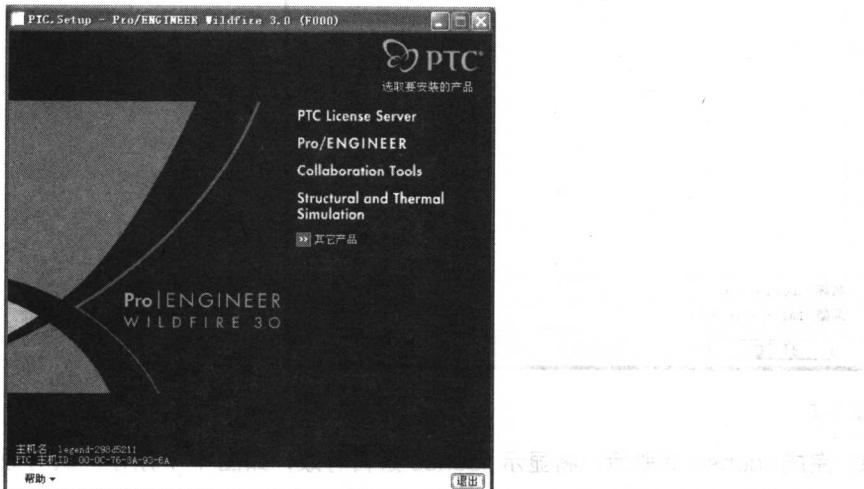
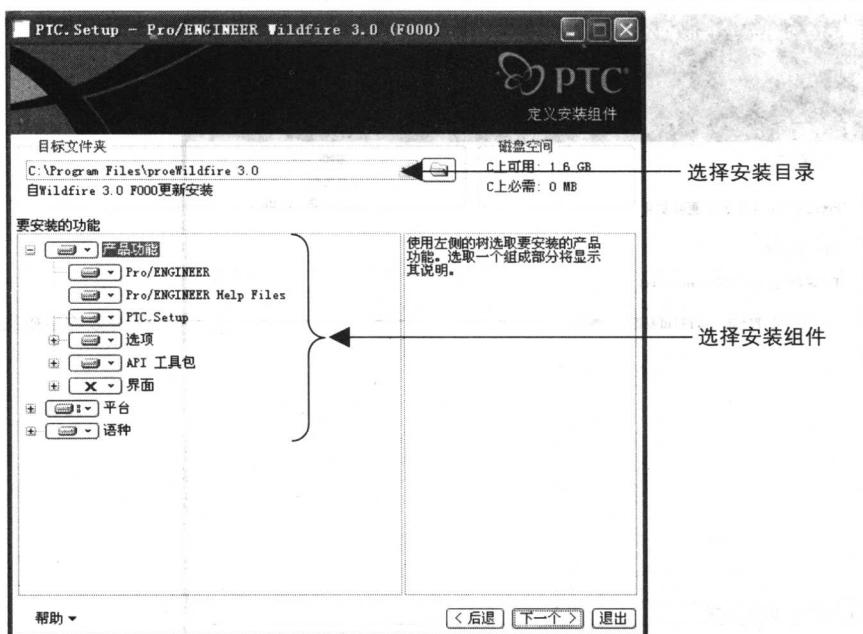

图 1-4
图 1-9
- ③ 单击下拉框选择“中国”，单击【下一个】按钮，进入选择安装产品的界面，如图 1-4 所示。
- ⑥ Server 安装结束后，单击【下一个】按钮，将返回到图 1-4 所示的选择安装界面，单击 Pro/ENGINEER 开始安装 Pro/E 组件，如图 1-9 所示，在此界面上可以定义 Pro/E 的安装目录^{问14}以及选择某些组件^{问15}。